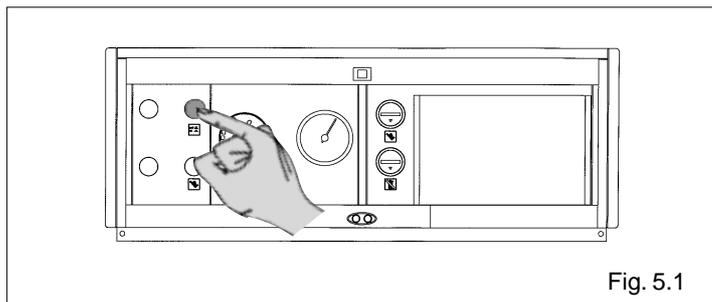

Fig. 5.1
- poner el interruptor principal del panel de mandos en la posición de «apagado» y controlar que se apague el led verde (fig. 5.1)